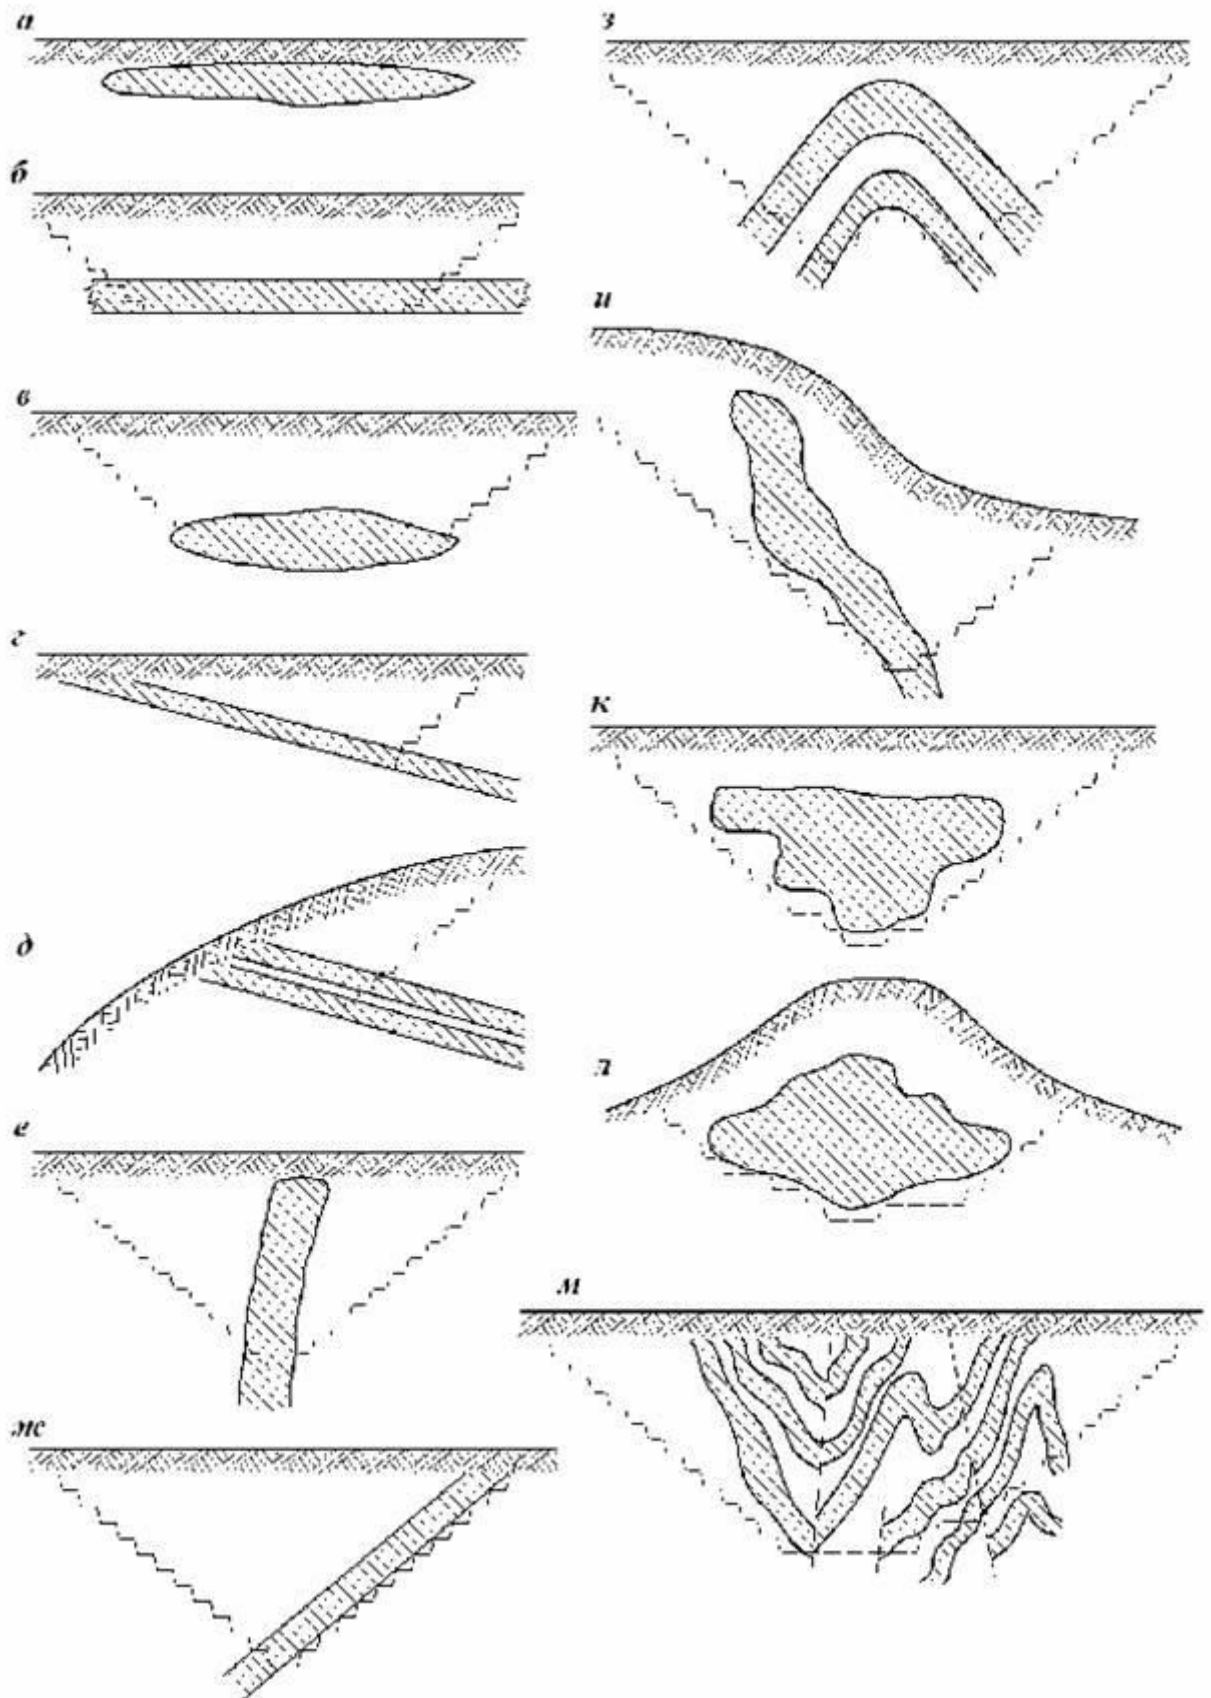

Рис. 1 Схема «Основные формы залегания месторождений».
3. Зарисовать рис.1 Схема «Основные формы залегания месторождений».